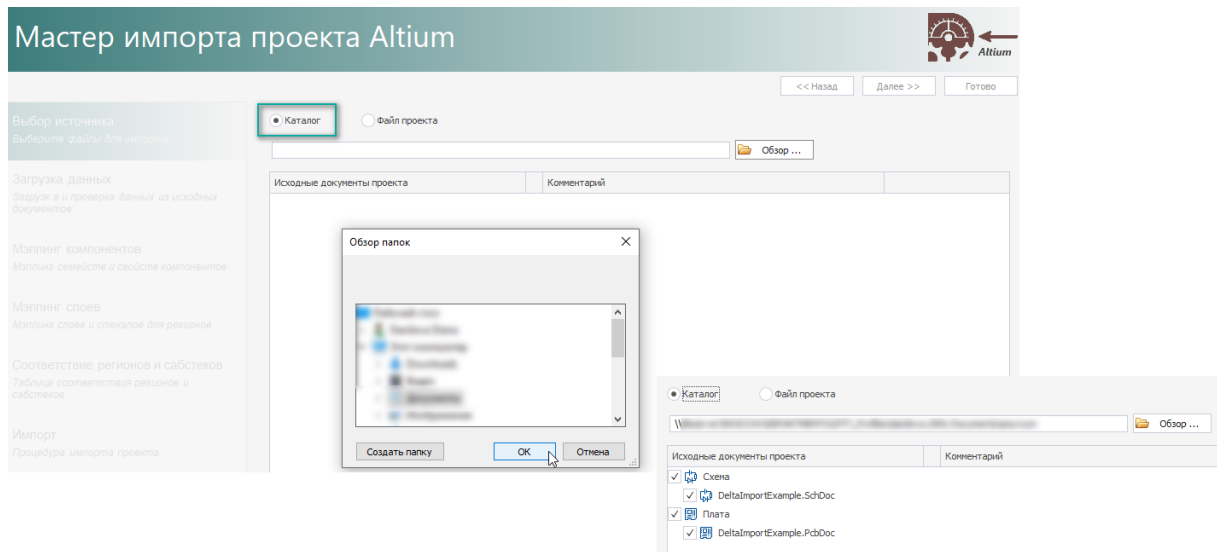

Рис. 10 Импорт файлов схемы и платы из каталога
- **каталог** – выбирается каталог, в котором ранее пользователь расположил файлы бинарного формата (ASCII) схемы (.SchDoc) и платы (.PcbDoc) проекта, см. Рис. 10.